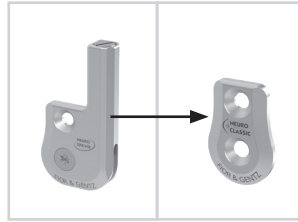

Abb. 25
- 2 Montieren Sie die Deckplatte des NEURO CLASSIC Systemgelenkes in der passenden Systembreite (Abb. 25).